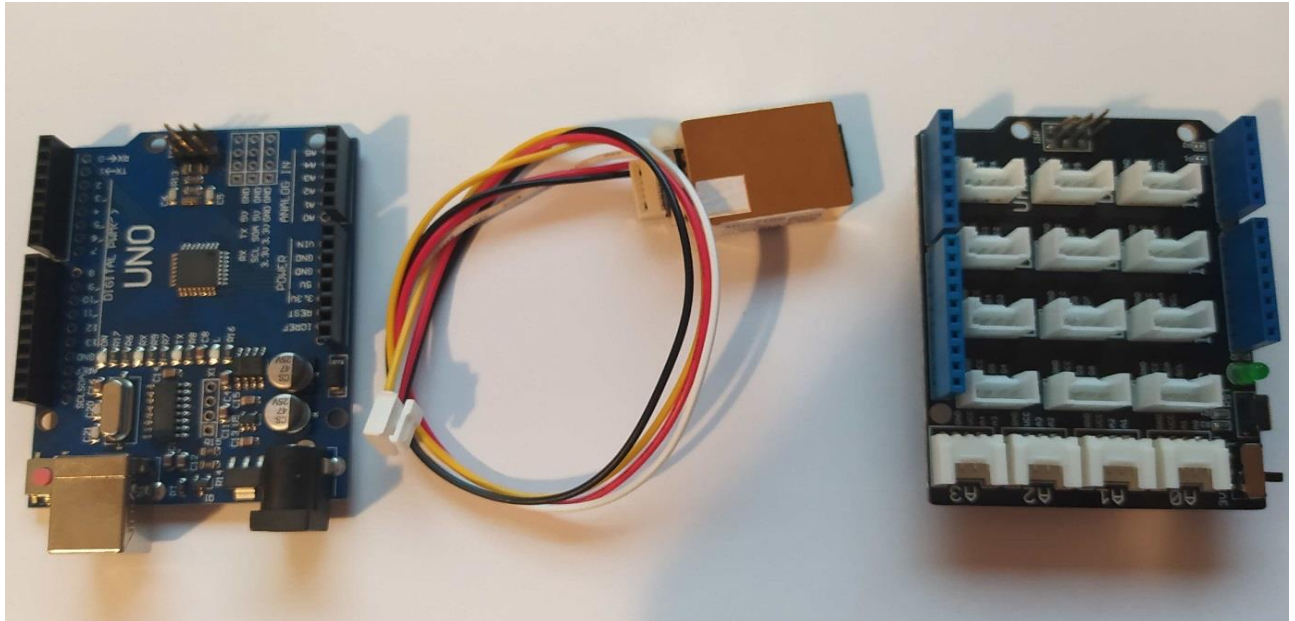

Abbildung 5 Arduino-UNO (links), CO₂-Sensor mit I2C-Kabel (mittig), Arduino-Shield (rechts)
Zur Messung des Kohlenstoffdioxidgehaltes im Glas wird nun der Arduino Mikrocontroller für die Verwendung vorbereitet. Dazu werden der CO₂-Sensor MH-Z19b, der Arduino-Uno und das Arduino Base Shield V2 aus der Verpackung genommen (vgl. Abb. 5).
- Zunächst stecken wir das Base-Shield V2 (vgl. Abb. 5) auf den Arduino Mikrocontroller. Es passt nur auf eine Weise darauf.